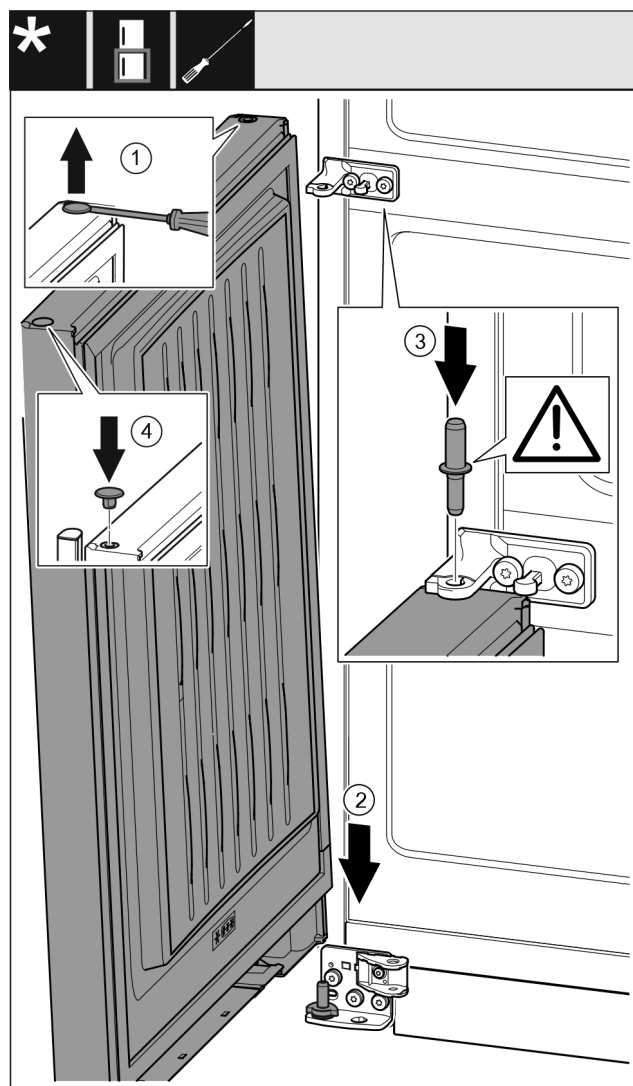

Fig. 41
- ▶ Zátku opatrně nadzvedněte plochým šroubovákem a vytáhněte. Fig. 41 (1)
- ▶ Dveře nasad'te shora na dolní ložiskový čep. Fig. 41 (2)
- ▶ Prostřední ložiskový čep vložte do dolních dveří přes prostřední stojan ložiska. Přitom dávejte pozor, aby zajišťovací vačka směřovala dozadu. Fig. 41 (3)
- ▶ Zátku opět vložte na druhé straně dveří. Fig. 41 (4)